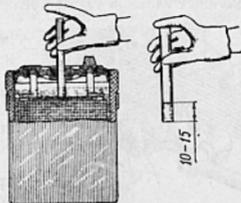

Рис. 133. Проверка уровня электролита в аккумуляторной батарее
3. Через одно ТО-1 (не реже одного раза в две недели) очистите поверхность аккумуляторной батареи от грязи и электролита, прочистите вентиляционные отверстия, проверьте крепление и надежность контакта наконечников проводов с выводами. Проверьте уровень электролита, при необходимости долейте дистиллированной воды (рис. 133).